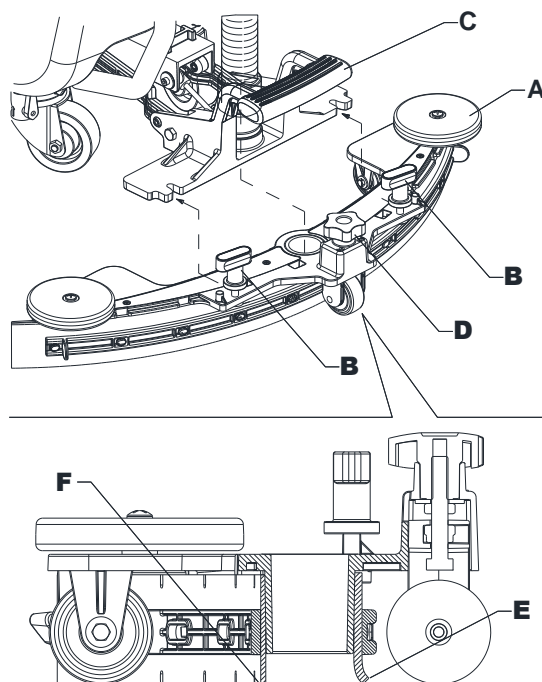

Рис. 7
1. Установите скребок (А, Рис. 7) и закрепите его на скобах (С) при помощи маховиков (В).
2. При необходимости отрегулируйте скребок с помощью кнопки (D), чтобы задний (Е) и передний скребки (F) касались пола как показано на рисунке.